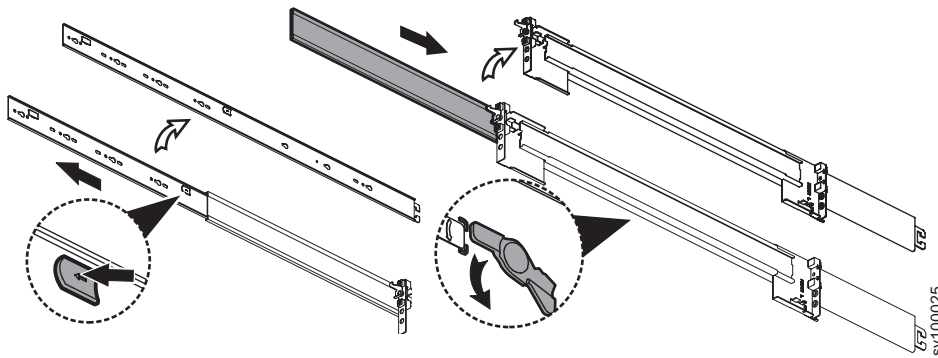

Abbildung 19. Inneres Schienenteil lösen
3. Lösen Sie das innere Teil einer der dreiteiligen Schienen (siehe Abb. 19).